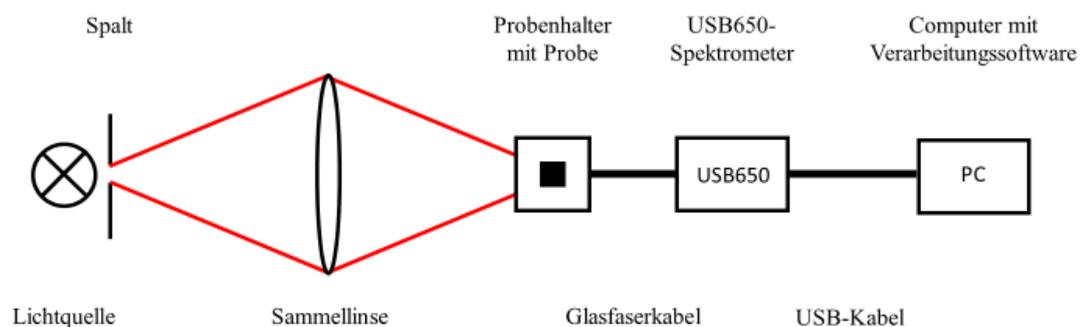

Bild 3 Prinzipieller Versuchsaufbau für Absorptions- und Transmissionsmessungen
Der prinzipielle Versuchsaufbau ist in Bild 3 dargestellt. Als Lichtquelle wird eine Halogenlampe verwendet. Spalt und Linse ($f = 150 \text{ mm}$) dienen zur Strahlführung. Über die Versorgungsspannung, die Spaltbreite und die Linsenposition kann die Intensität der auf die Messprobe fallenden Strahlung variiert werden. Das Licht durchläuft die Probe im Probenhalter, wird in ein Lichtleitkabel eingekoppelt und zum USB650-Spektrometer geführt. Via USB-Verbindung zum Computer können dann im Programm *SpectraSuite* die Messdaten ausgelesen, ausgewertet und exportiert werden. Im Modus *Scope* (7) wird stets der aktuelle Scan angezeigt. Die Absorptions- bzw. Transmissionsmessung erfolgt in folgenden Schritten:
1. Zunächst wird die Halogenlampe eingeschaltet und ca. 5 min gewartet, bis sie im thermischen Gleichgewicht zu ihrer Umgebung steht. Über die Einstellungen Integrationszeit (1), Scans pro Mittelwert (2) und Boxcar-Breite (3) wird ein rauschfreies Spektrum mit einer maximalen Intensität zwischen 3500 bis 4000 Counts eingestellt.
2. Nun wird der Glasfasereingang durch vollständiges Versperren des Küvettenhalters abgedeckt (dazu liegt ein Quader bereit) und das Dunkelspektrum $D(\lambda)$ aufgenommen (5). Dieses wird von den weiteren Spektren subtrahiert (8).
3. Das Referenzspektrum $I_0(\lambda)$ wird aufgenommen (6), indem die Abdeckung wieder entfernt und die gewünschte Referenzprobe in den Probenhalter eingesetzt wird. Eine nun folgende Absorptions- oder Transmissionsmessung ist nur in einem Wellenlängenbereich sinnvoll, in welchem das Referenzspektrum eine noch ausreichende Intensität aufweist. Es ist daher möglich, die grafische Ausgabe mittels Zoom-Funktion (4) auf einen (passenden) Wellenlängenbereich zu beschränken.
- a. Die Absorptionsmessung (9) wird ausgewählt und die Untersuchungsprobe in den Küvettenhalter eingesetzt. Das Programm misst das aktuelle Spektrum $I(\lambda)$ und gibt das (dekadische) Extinktionsspektrum